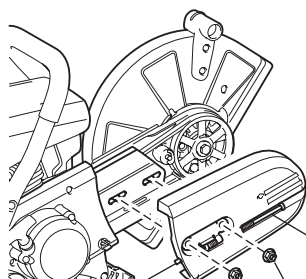

Fig. 1
- Afrouxe a porca de aperto e gire o parafuso de ajuste de tensão para a esquerda até que o fim do parafuso seja visível. (Fig. 1)
- Remova as porcas de aperto e remova a cobertura da correia. (Fig. 1)